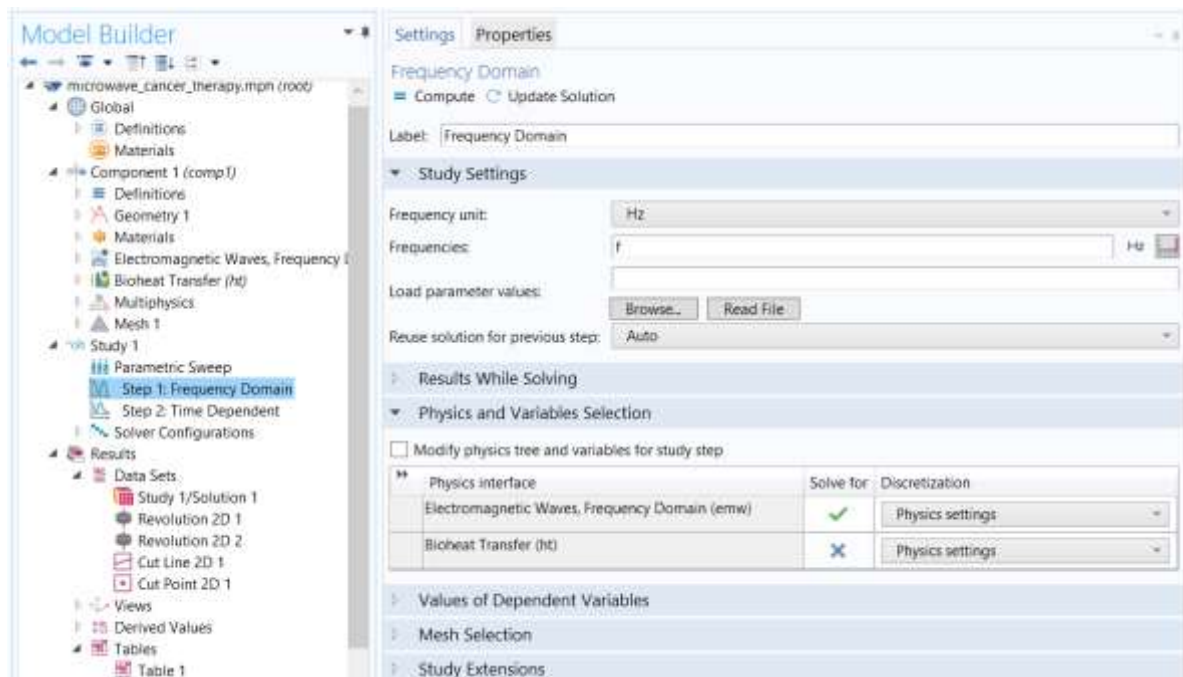

Рис. 12.34. Установки для расчета в частотной области
4. Найдите раздел **Physics and Variables Selection**. В таблице, введите следующие установки (рис. 12.34).